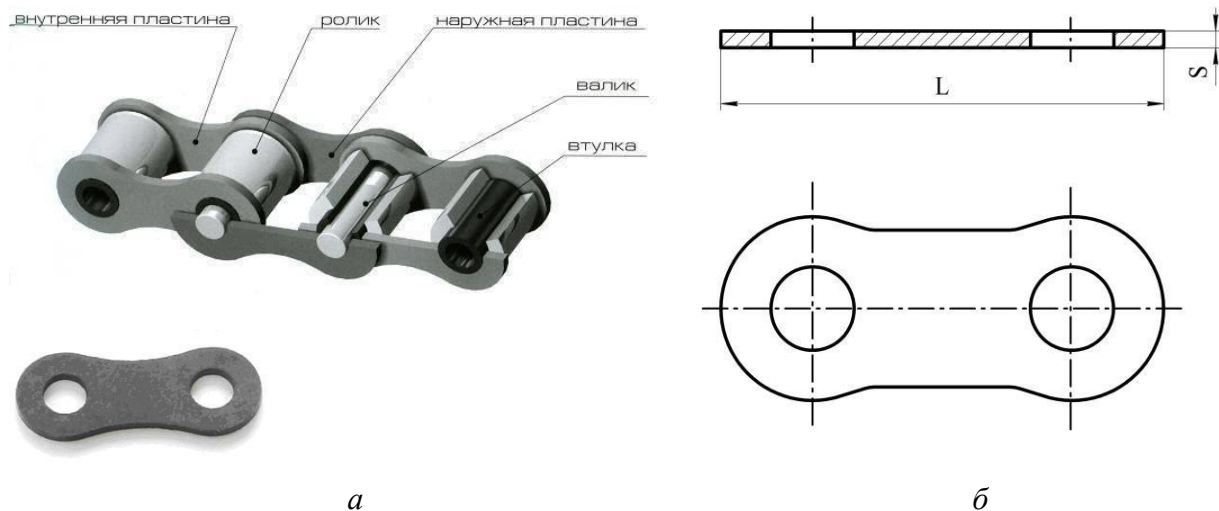

Рис. 1.13. Пластина тяжело нагруженной приводной роликовой цепи эскалатора:
13. Пользуясь «Марочником сталей и сплавов», выбрать марку стали для изготовления пластины тяжело нагруженной приводной роликовой цепи эскалатора (рис.1.13). Производство пластин серийное.